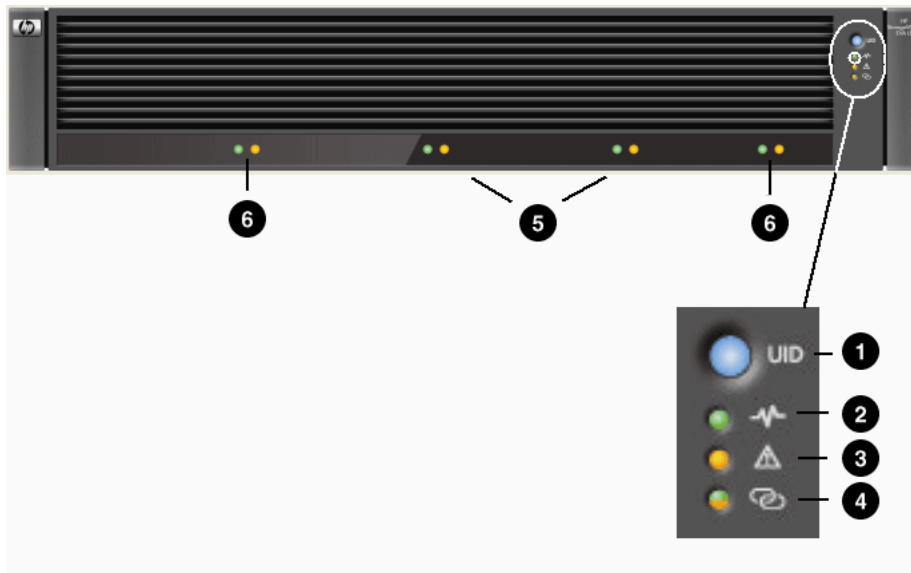

Abbildung 14 LEDs an der Vorderseite des EVA4400
Jedes Modul des EVA ist mit einer LED-Anzeige ausgestattet (Abbildung 14). LED-Informationen finden Sie in Tabelle 3. Wenn das Enclosure ordnungsgemäß arbeitet, sollte die LED zur externen Funktionstüchtigkeit des Enclosures (2) leuchten. Überprüfen Sie zuerst die LEDs am Enclosure, bevor Sie die LEDs an einzelnen austauschbaren Einheiten im EVA überprüfen.